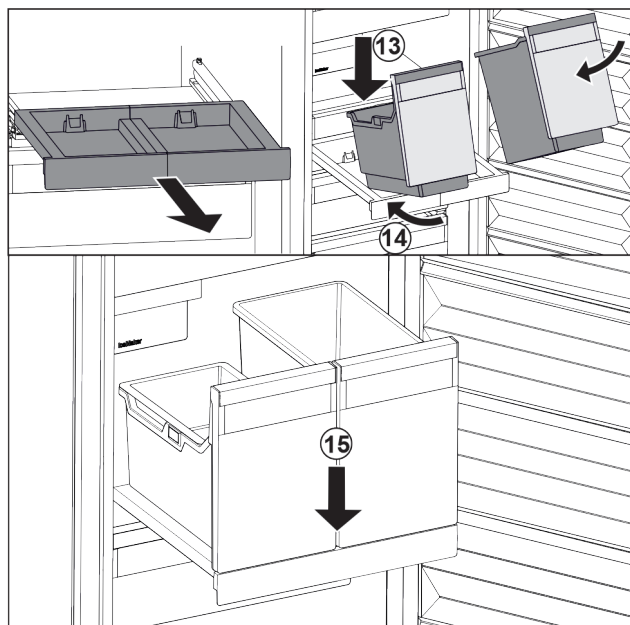

Fig. 123
- Behälter schräg auf das Auszugsbord aufsetzen. Fig. 123 (13)
- Behälter schräg nach hinten einschieben. Fig. 123 (14)
- Behälter vorne absetzen. Fig. 123 (15)